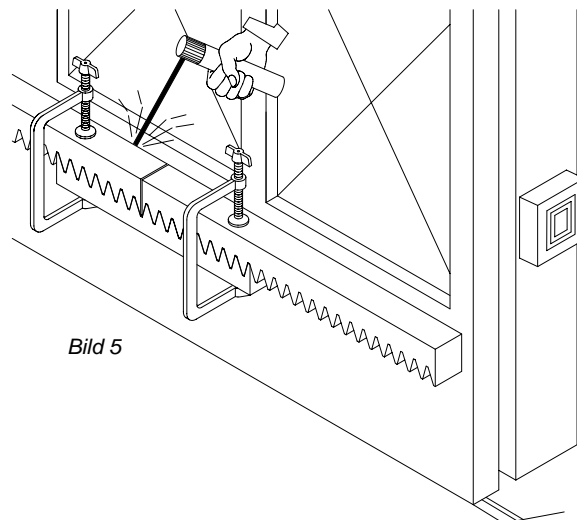

Bild 5
Am Tor ist eine Zahnstange der Größe Modul 4 anzubringen. Bei der benötigten Länge muß außer der lichten Weite auch die Befestigung der Endschaltefahren und die Verzahnungsweite des Ritzels mit berücksichtigt werden. Je nach Zahnstangenmodell wird die Zahnstange an das Tor geschraubt oder geschweißt. Unter Beachtung von Bild 5 folgendermaßen vorgehen.
- an den Verbindungsstellen zweier Zahnstangen ein umgedrehtes Zahnstangenstück unterhalten (Bild 5) um somit die richtige Zahnteilung einzuhalten.